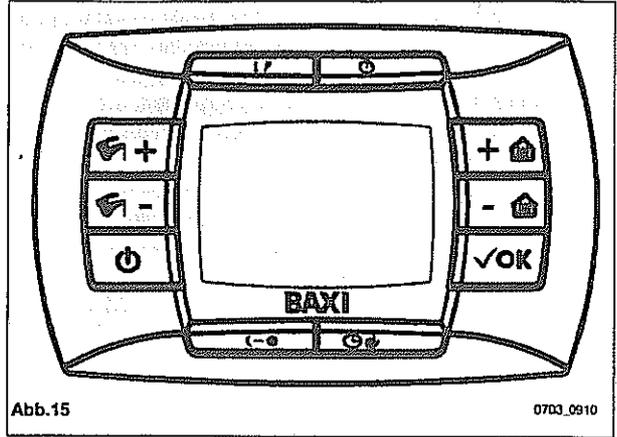

Abb.15
- Drücken Sie auf die Taste, halten Sie diese gedrückt und drücken Sie anschließend auf die Taste (siehe Abbildung 15).